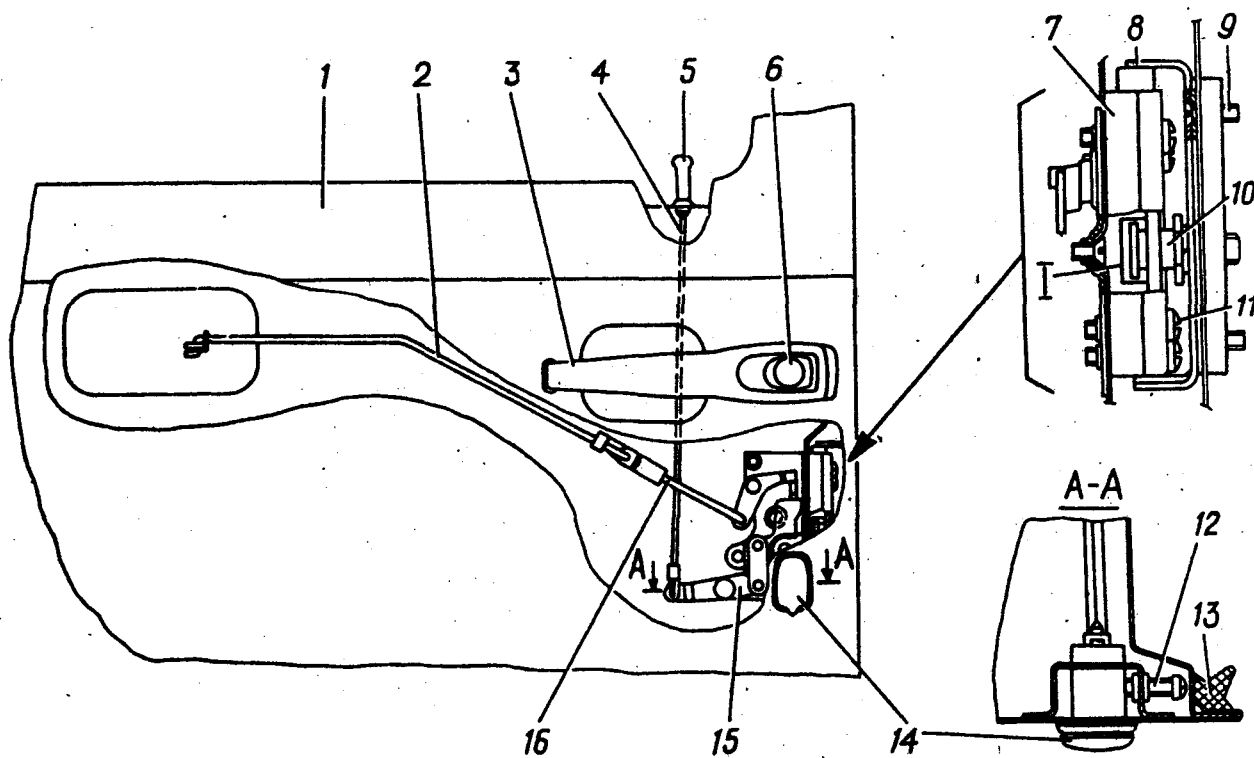

Рис. 150. Замок двери:
3. Отвернуть на торце двери четыре винта 11 (рис. 150) крепления запорного механизма и снять его.
4. Отжать уплотнитель 13 (рис. 150) двери, отвернуть винт 12 крепления выключателя замка на 3-5 оборотов и вынуть выключатель замка двери 14.
После регулировки положения фиксатора и шипа фиксатора проверить работу замка двери. Для правильной работы необходимо, чтобы корпус запорного механизма перемещался по нижней части фиксатора, а паз I (рис. 150) на корпусе запорного механизма совмещался с шипом фиксатора 10.